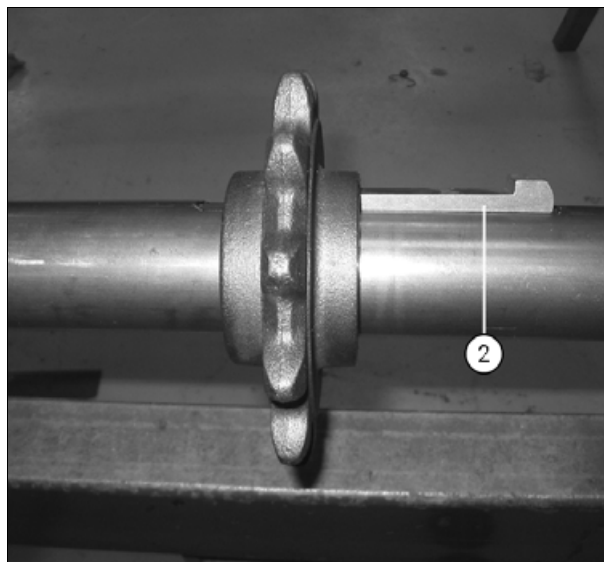
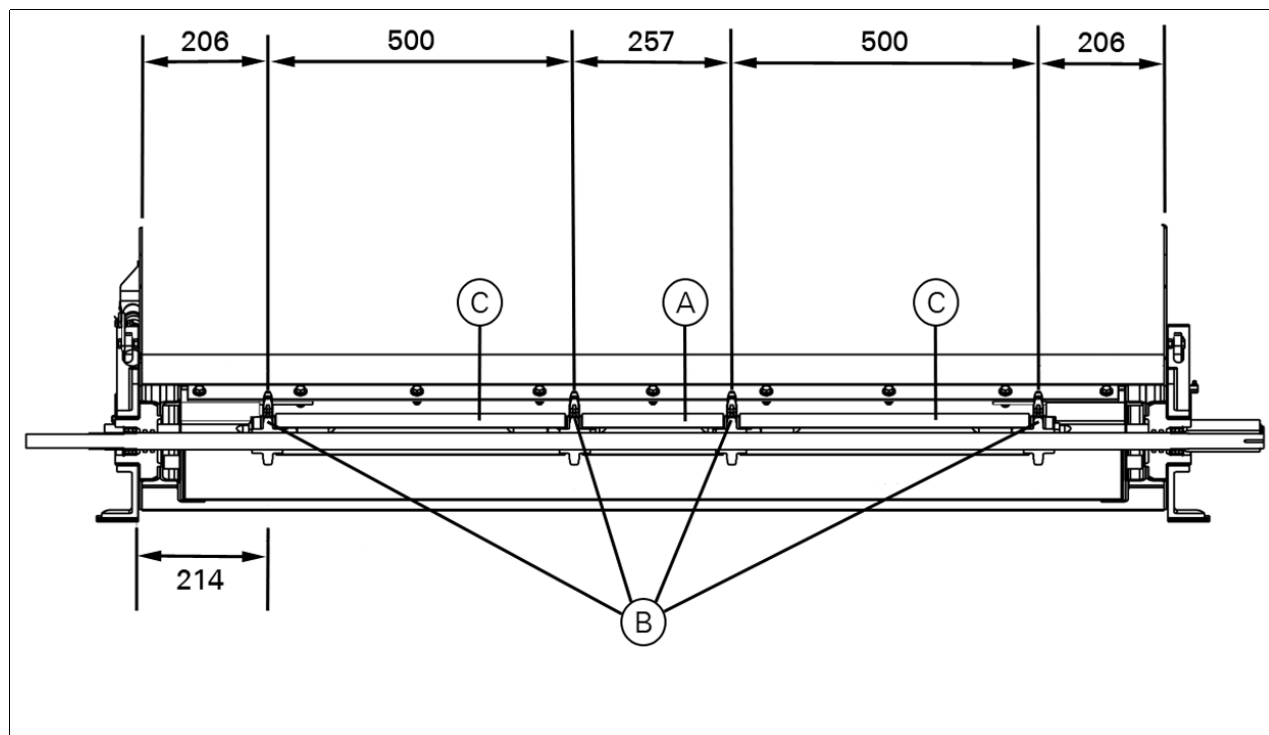

Рис. 6.
Рис. 7.
- При установке свободно наденьте среднюю защитную трубку (A) (рис. 7) и звездочку (B) (рис. 7) на вал.
- При установке звездочек на вал расстояния между ними должны быть равны указанным в рис. 7. Закрепите звездочки при помощи шпонок с головкой (2) (рис. 6). Шпонки вбиваются с той стороны, где еще не установлены защитные трубки вала (C).